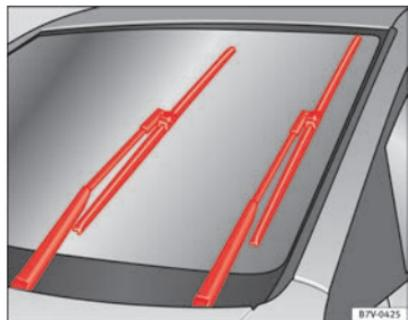

Fig. 130 Limpiaparabrisas en posición de servicio
- Conecte y desconecte el encendido y a continuación (antes de aprox. 9 seg.), desplace la palanca del limpiaparabrisas a la posición de barrido breve. Las escobillas se desplazan hasta la posición de servicio ⇒ fig. 130.